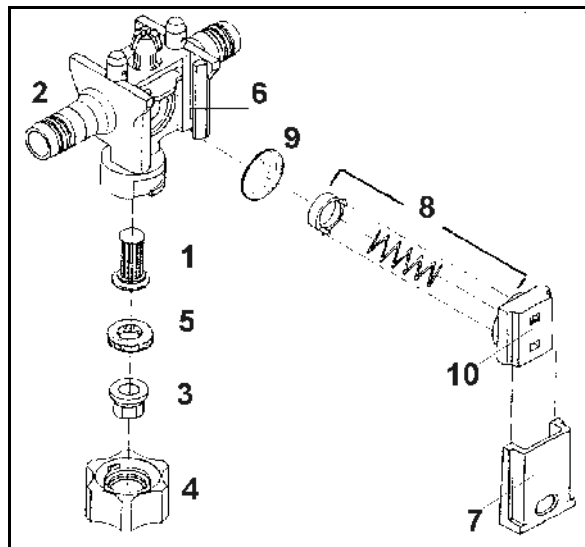

Fig. 151
Av og til må du kontrollere at spjeldet (Fig. 151/7) sitter godt.
- Det gjør du ved å trykke spjeldet så langt inn i dyseholderen (Fig. 151/2) som mulig, med et moderat trykk med tommelen.
1. Dysefilteret (Fig. 151/1) monteres i dyseholderen (Fig. 151/2) nedenfra.
2. Dysen (Fig. 151/3) settes inn i bajonettmutteren (Fig. 151/4)
3. Legg inn en gummipakning (Fig. 151/5) over dysen.
Avleiringer i membranasetet (Fig. 151/6) er årsaken til at dysen **drypper** når utliggerne er frakoblet. I så fall må membranene rengjøres på følgende måte:
1. Spjeldet (Fig. 151/7) trekkes ut av dyseholderen (Fig. 151/2) i retning av bajonettmutteren.
2. Ta ut fjærelementet (Fig. 151/8) og membranen (Fig. 151/9).
3. Rengjør membranasetet (Fig. 151/6).
Sørg for at fjærelementene monteres i riktig retning. Kantene på høyre og venstre side av huset til fjærelementet (Fig. 151/10) skal peke mot utliggerprofilen når elementet monteres.